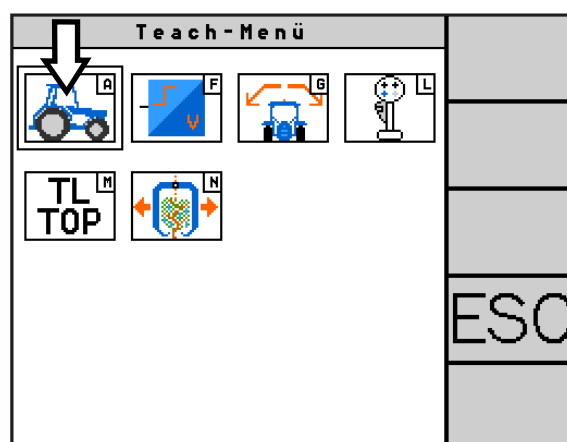

Abb. 50: Teach Fahrzeugcode aufrufen
Wählen Sie im Teach-Menü das Traktor-Symbol (A) (siehe Abb. 50), um das Menü „Teach Fahrzeugcode“ aufzurufen.